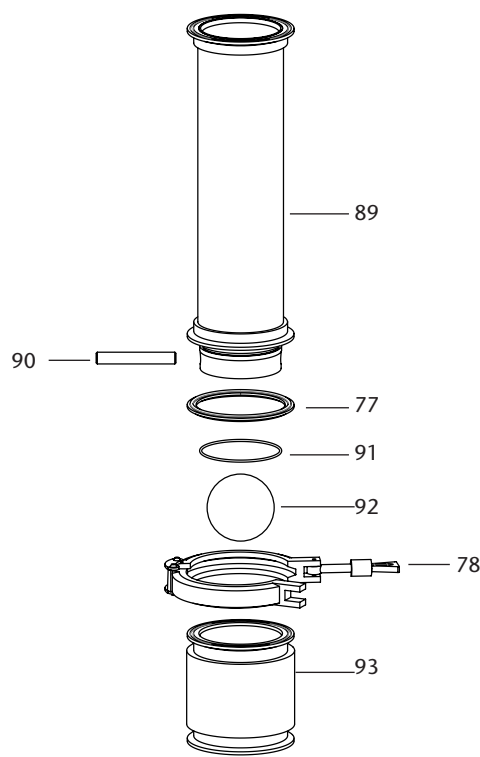

Fig. 19
5. Instale la junta tórica (91) y la junta plana (77). Introduzca el pin (90) dentro del cilindro (89). Disponga la bola (92) dentro del cuerpo entrada fluido (93) y fíjelo todo mediante la abrazadera (78) (fig. 19).